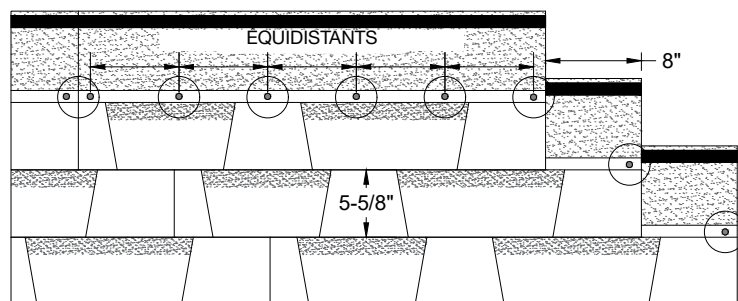

Figure 8 – Plan de clouage 6 clous, bardeaux lamellés
Deux méthodes de fixation sont proposées, mais, pour chacune d'elles, les attaches externes doivent être placées dans la zone de clouage à environ 25 mm (1 po) de chaque bord. Dans le cadre de la première méthode, les quatre (4) autres fixations sont également placées dans la zone de clouage et espacées uniformément. **(Voir la Figure 8)**